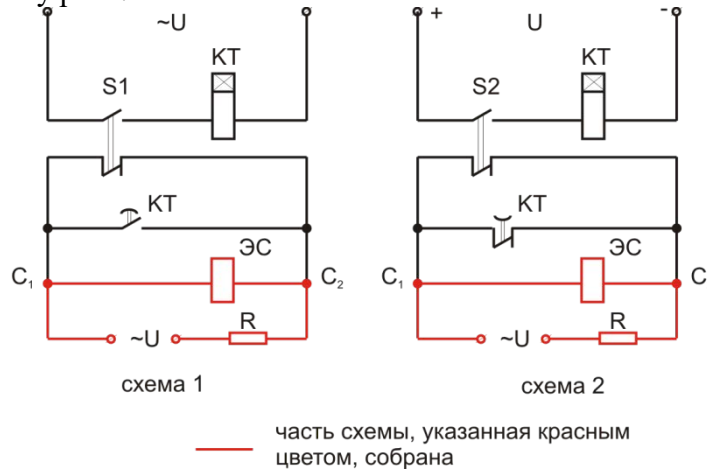

Рис. 5
5. Определить состав схемы (рис. 5), найти элементы на щите. Собрать схемы, включая поочередно электромеханическое, электромагнитное и пневматическое реле времени. Определить выдержки времени каждого реле. Объяснить и продемонстрировать настройку реле.